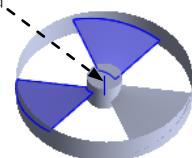

图 6.14.21 阵列 (圆周) 1
Step18. 创建图 6.14.21 所示的阵列 (圆周) 1。
(1) 选择下拉菜单 **插入(I)** → **阵列/镜像(E)** → **圆周阵列(C)...** 命令, 系统弹出“阵列 (圆周)”对话框。
(2) 定义阵列源特征。选中 **特征和面(F)** 复选框, 激活 后的文本框, 选择边界-曲面 1 为阵列的源特征。
(3) 定义阵列参数。选择下拉菜单 **视图(V)** → **隐藏/显示(O)** → **临时轴(T)** 命令 (显示临时轴); 选取图 6.14.21 所示的临时基准轴为圆周阵列轴; 在 文本框中输入数值 120.00; 在 文本框中输入数值 3。
(4) 单击该对话框中的 按钮, 完成阵列 (圆周) 1 的创建。